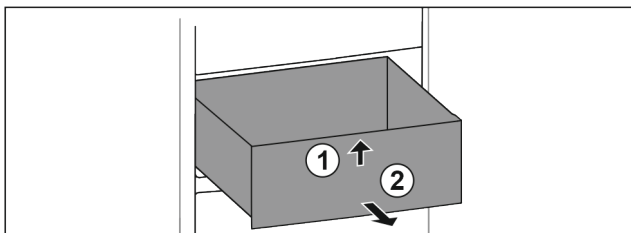

Fig. 61
- ▶ Повдигнете чекмеджето отпред. Fig. 61 (1)
- ▶ Извадете чекмеджето напред. Fig. 61 (2)